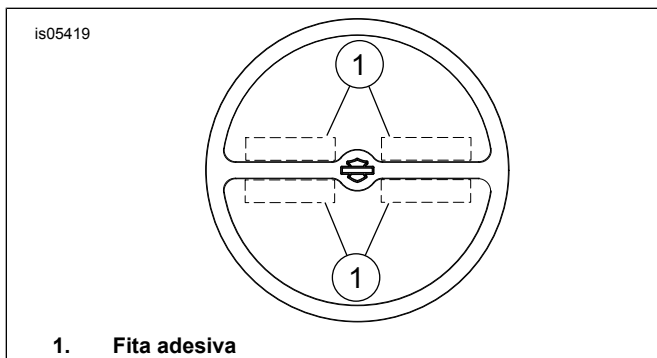

Figura 2. Tampa da grade do alto-falante
5. Veja Figura 2. Aplique 4 pedaços de fita adesiva (1) diretamente na grade do alto-falante acima e abaixo do travessão do anel da guarnição em cada lado do logotipo Bar & Shield. Isso será o gabarito de instalação.